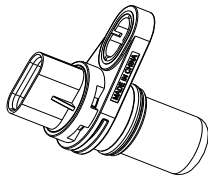

Рис. 9-2
2. Датчик частоты вращения и положения коленчатого вала (рис. 9-2)